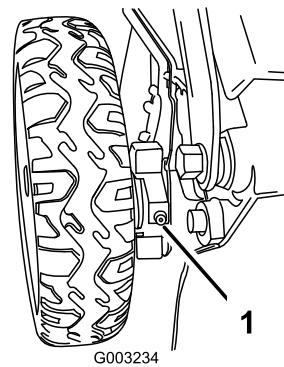

Figura 39
- Con un cencio pulito tergete i raccordi d'ingrassaggio, situati appena all'interno delle ruote posteriori (Figura 39).